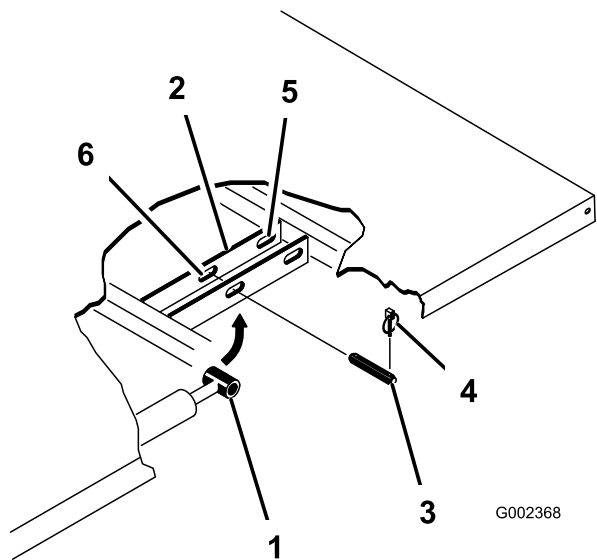

図 33
3. シリンダの外側端部からリンチピンを外す 図 33。
4. シリンダロッドの端部を荷台取り付けプレートのスロットに固定しているクレビスピンを外す(図 33)。
5. ピボットブラケットをフレームに固定しているリンチピンとクレビスピンを外す 図 33。